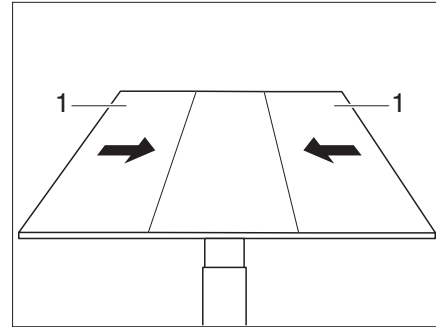

Bild 101 Skjut sidodelarna mot mittendelen
- Skjut bordets ytterdelar (Bild 101,1) mot mittendelen.